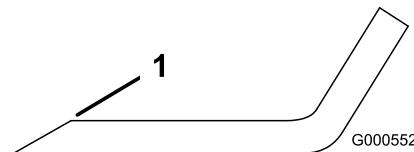

Figura 58
1. Affilate i taglienti da entrambe le estremità della lama con una lima (Figura 58).
- Nota:** Se la lama non è bilanciata, limate del metallo soltanto dalla costa (Figura 58).